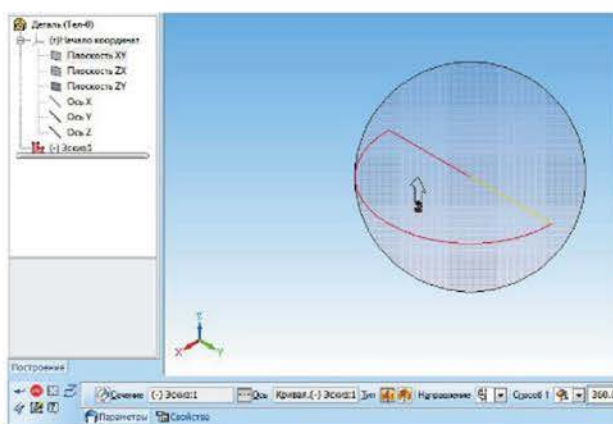

Рисунок 9.2 Построение сферической поверхности
3. На панели инструментов *Поверхности* выбрать команду *Поверхность вращения*, в Панели свойств: тип – *Сфероид*, угол  $360^\circ$  (рисунок 9.2).